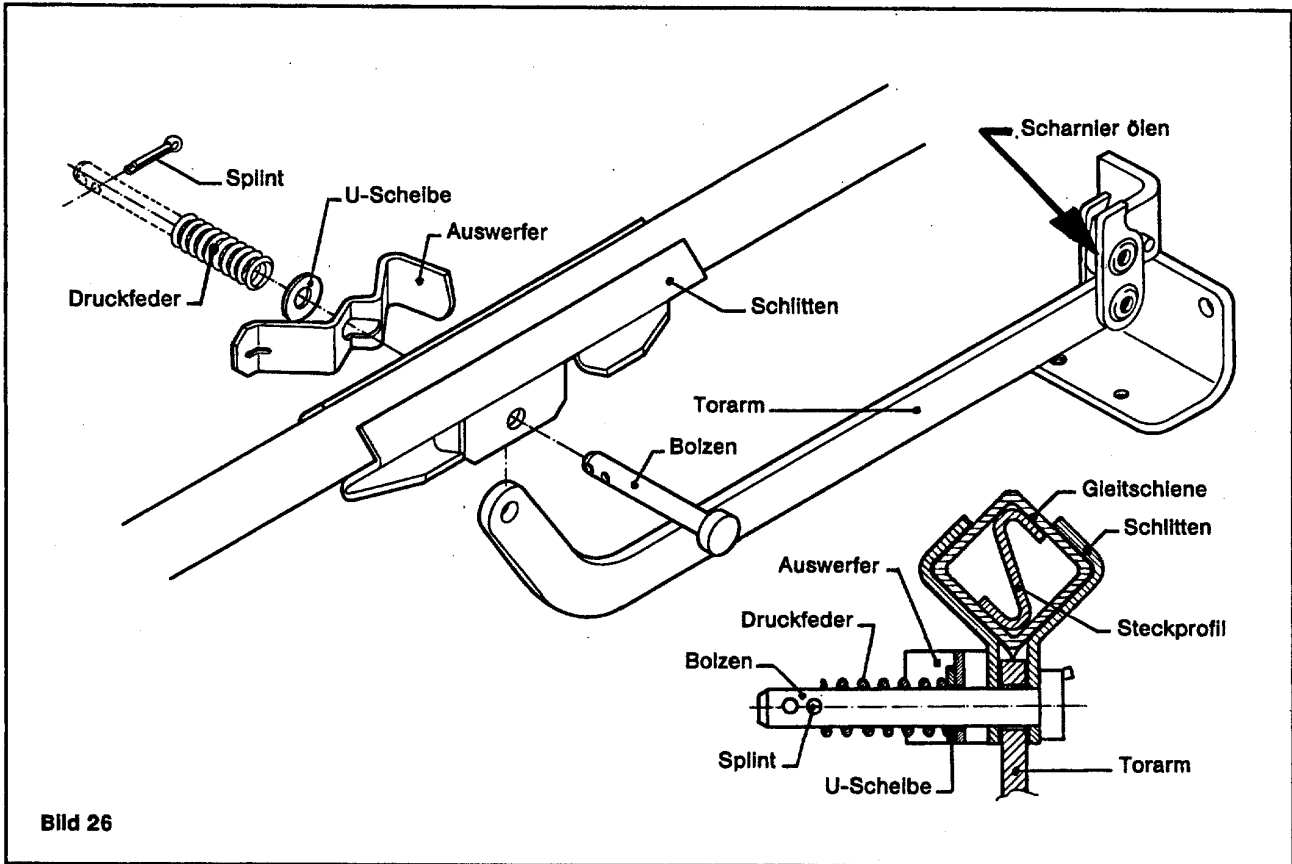

Bild 26
5.22.) Torarm mit Bolzen lagerichtig am Schlitten fixieren, Auswerfer, U-Scheibe und Druckfeder aufstecken und mit Splint sichern (Bild 26).